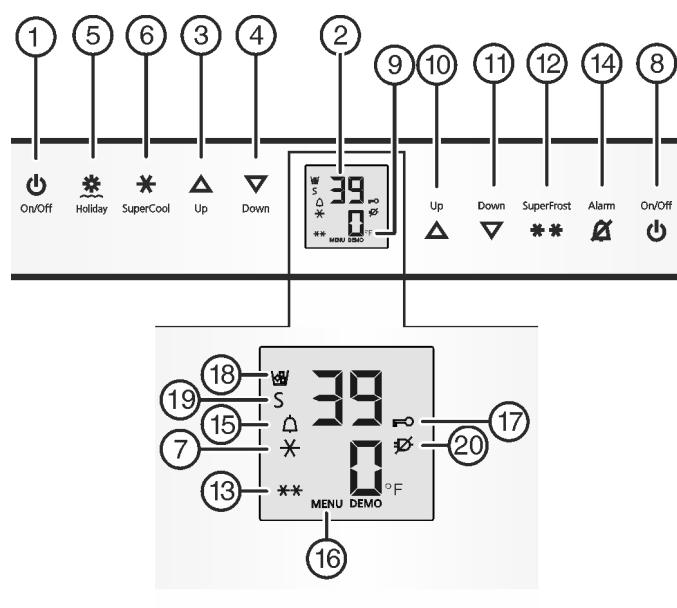

Fig. 3
- ▶ Appuyer sur la touche On/Off du congélateur Fig. 3 (8).
- ▶ Appuyer sur la touche On/Off du réfrigérateur Fig. 3 (1).
- ▶ Activer le mode de réglage : appuyer env. 5 sec. sur la touche SuperFrost Fig. 3 (12).
- ▷ Le symbole Menu Fig. 3 (16) est allumé.
- ▷ A l'aide de la touche de réglage Up du compartiment congélateur Fig. 3 (10) ou de la touche de réglage Down du compartiment congélateur Fig. 3 (11), sélectionner **c**.
- ▶ Confirmer : appuyer brièvement sur la touche SuperFrost Fig. 3 (12).
- ▶ Appuyer brièvement sur la touche SuperFrost Fig. 3 (12) pour activer la sécurité enfants.
- ▷ Le symbole Sécurité enfants Fig. 3 (17) est allumé. L'affichage **c** clignote.
- ▶ appuyer brièvement sur la touche SuperFrost Fig. 3 (12) pour désactiver la sécurité enfants.
- ▷ Le symbole Sécurité enfants Fig. 3 (17) s'éteint. L'affichage **c** clignote.
- ▶ Désactiver le mode de réglage : appuyer sur la touche On/Off du congélateur Fig. 3 (8).
- ▶ Activer le mode de réglage : appuyer sur la touche SuperFrost Fig. 3 (12) pendant env. 5 s.
- ▷ Le symbole Menu Fig. 3 (16) luit.
- ▶ Régler le nombre de° avec la touche de réglage Up Fig. 3 (10)/Down du congélateur Fig. 3 (11).
- ▶ Confirmer : enfoncez brièvement la touche SuperFrost Fig. 3 (12).
- ▶ Sélectionner l'affichage en °F ou °C avec la touche de réglage Up Fig. 3 (10)/ Down du congélateur Fig. 3 (11).
- ▶ Quitter le mode de réglage : appuyer sur la touche On/Off du congélateur Fig. 3 (8).
- ▶ Appuyer sur la touche Alarme Fig. 3 (14).
L'affichage de la température clignote en même temps que le symbole Alarme Fig. 3 (15).
L'avertisseur sonore s'éteint automatiquement et le symbole Alarme Fig. 3 (15) et l'affichage de température arrêtent de clignoter lorsque la température est de nouveau suffisamment froide.